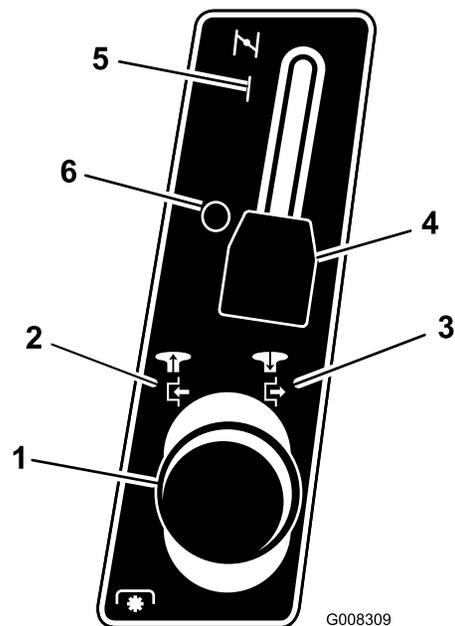

Figure 11
- Désengagez la commande des lames (PDF) (voir la Figure 11).